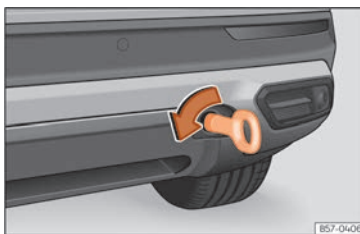

Abb. 200 Auf der rechten Seite des hinteren Stoßfängers: Eingeschraubte Abschleppöse.
- Drehen Sie die Abschleppöse **entgegen dem Uhrzeigersinn** so fest wie möglich in die Aufnahme » (Abb. 200) , » ☹. Verwenden Sie ein geeignetes Hilfsmittel, um die Abschleppöse festzuziehen.